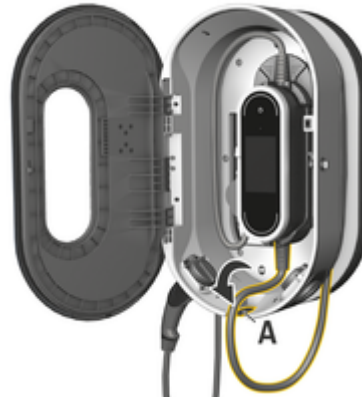

Abb. 10: Bedieneinheit einhängen
3. Fahrzeugkabel durch die Öffnung **A** (Abb. 10) führen und nicht benötigte Leitungslänge um das Lade-Dock wickeln.